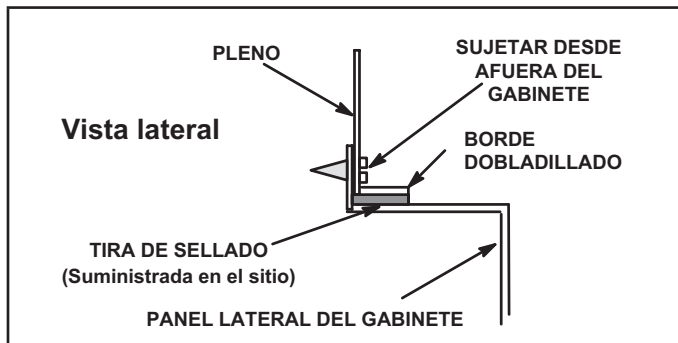

FIGURA 9
- 1 - El borde inferior del pleno debe bridarse con un borde dobladillado. Ver FIGURA 9.